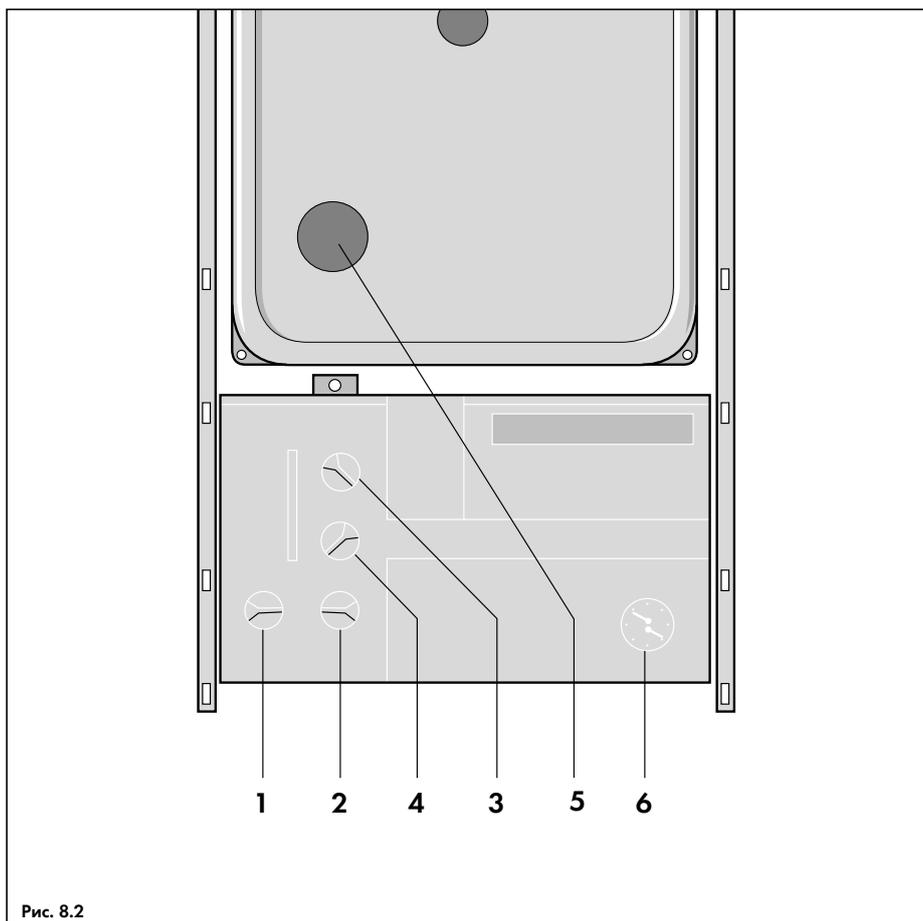

Рис. 8.2
- Включить главный выключатель котла, поставив его из положения "выкл" (0) в положение "вкл" (1); При этом должен загореться зеленый СДИ "Сеть вкл/выкл";
- Обеспечить запрос работы аппарата на отопление, установив регулятор температуры подающей линии (3, рис. 8.2) на "9". В случае, если к аппарату подсоединены внешние регуляторы, обеспечить запрос работы аппарата на них. При этом должен загореться желтый СДИ "Запрос отопления";
Указание: Если попытка зажигания оказалась безуспешной, то на панели управления котла включится красный СДИ "Сбой" (см. рис. 8.1). Как правило, это означает, что нарушена подача газа или же из газопровода не до конца удален воздух. Проверить еще раз подачу газа, после чего переключатель режимов работы (2, рис. 8.2) повернуть в положение "Разблокировать" . Будет предпринята повторная попытка розжига.
- Включить аппарат в любом режиме и закрыть газовый кран на опуске. В течение 10 с аппарат должен пытаться разжечь горелку (искровые разряды на электродах розжига можно видеть через смотровое окошко на крышке турбо-камеры (5, рис. 8.2)). По истечении 10 сек. аппарат должен выключиться;
- Открыть газовый кран и снять сбой, для чего переключатель режимов работы (2, рис. 8.2) повернуть в положение "Разблокировать" . Горелка будет разблокирована и аппарат начнет работу.
- Повторно заполнить водой отопительную установку и спустить из нее воздух, как описано в главе 6.4. Систему отопления заполнить до уровня, при котором манометр (6, рис. 8.2) показывает давление на 0,5 бар больше, чем статическое давление воды в системе отопления на уровне установки аппарата, но не менее 1 бар. Статическое давление 1 бар соответствует 10 м высоты системы отопления.
Указание: Минимальное давление на манометре (6, рис. 8.2) никогда не должно опускаться ниже значения 1 бар.